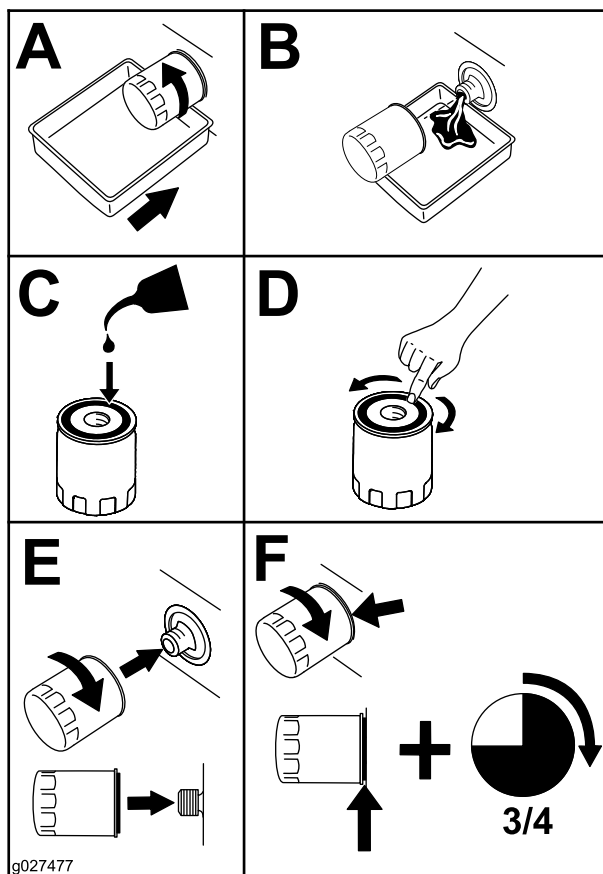

Figura 48
5. Substitua o filtro do óleo do motor (**Figura 48**).